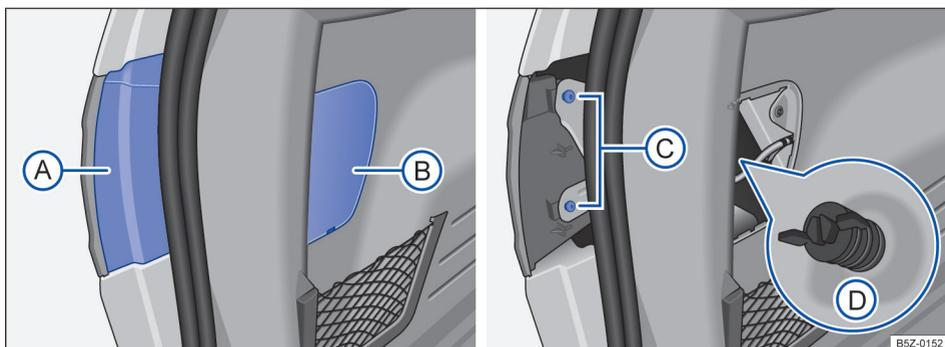

Fig. 134 Na carroceria: A e B coberturas para remover a lanterna, C parafusos de fixação na carroceria, D parafuso borboleta (lupa).
3. Remover com cuidado a cobertura A → Fig. 134 pela parte superior.
5. Remover os parafusos de fixação → Fig. 134 C.